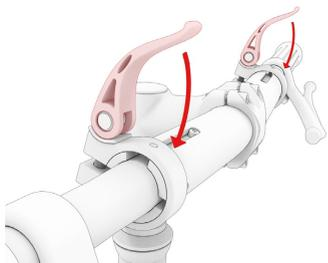
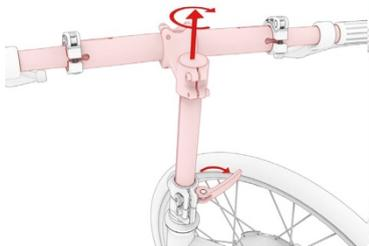

Fig. 1.3
Fig. 1.4
- ⑤ Ouvrez le blocage rapide sur la potence du guidon (Fig. 1.3). Tirez le guidon jusqu'à la butée. Maintenant, tournez le guidon de 90 degrés dans le sens inverse des aiguilles d'une montre. Abaissez le guidon d'environ 2 cm et faites attention à l'échelle sur la potence du guidon (Fig. 1.4).